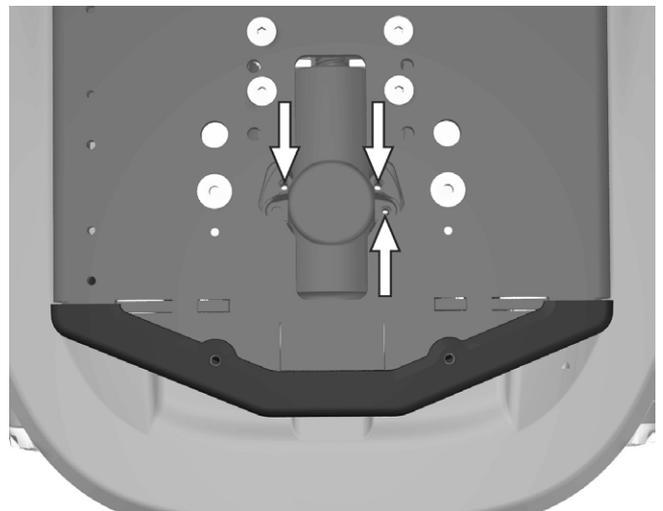

Abbildung 63. Der Sitzkanelungsmotor ist mit drei Schrauben befestigt.
7. Notieren Sie die jetzige Lage im Hinblick auf die spätere Montage. Die Schienen zur Einstellung der Sitztiefe sind mit dem Einstellwert für jede mögliche Position gekennzeichnet. Die Skala ist auf der einen Seite mit einem "Millimetermaßstab" und auf der anderen Seite mit einem "Zollmaßstab" versehen. Sitz nach vorne ziehen, um an die drei Schrauben zu gelangen, die den Motor vom Kanelungsmechanismus halten. Siehe Abbildung. 63.
8. Sitzkanelungsmotor abmontieren. Er ist mit drei Schrauben befestigt. Siehe Abbildung. 63.